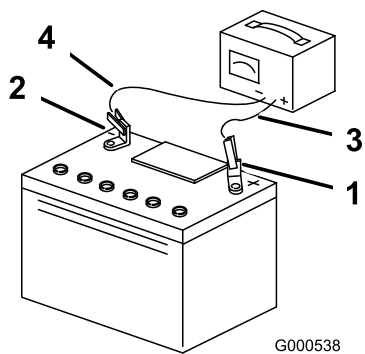

Figure 33
3. Quand la batterie est chargée au maximum, débranchez le chargeur de la prise, puis débranchez les fils du chargeur des bornes de la batterie (Figure 33).